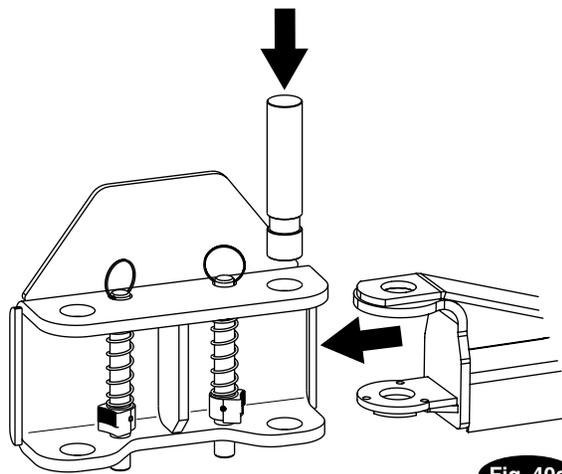

Fig. 40a
31. Bras et limitations: Lubrifier les axes du bras pivotant et les trous avec de la graisse au lithium. Insérer le bras porteur dans le collier, fig. 40a. Mettre l'axe (les axes) du bras de diamètre 1-3/4" en place, fig.40a.